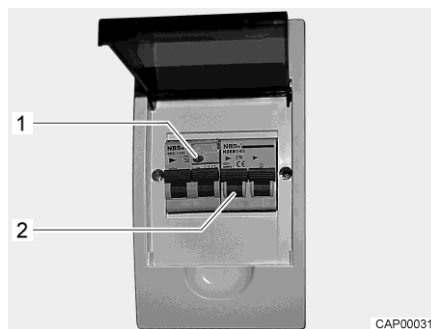

Fig. 69 Scatola dei fusibili a 230 V con interruttore di sicurezza e interruttore automatico FI
Un interruttore di sicurezza per correnti di guasto (interruttore automatico FI) nella scatola dei fusibili protegge l'intero veicolo da correnti di guasto (0,03 A). La rete di bordo a 230 V è protetta da un interruttore di sicurezza collegato in serie (10 A) (Fig. 69,2).
- Se il veicolo è collegato all'alimentazione a 230 V, premere il tasto di controllo (Fig. 69,1). L'interruttore di sicurezza per correnti di guasto deve scattare.